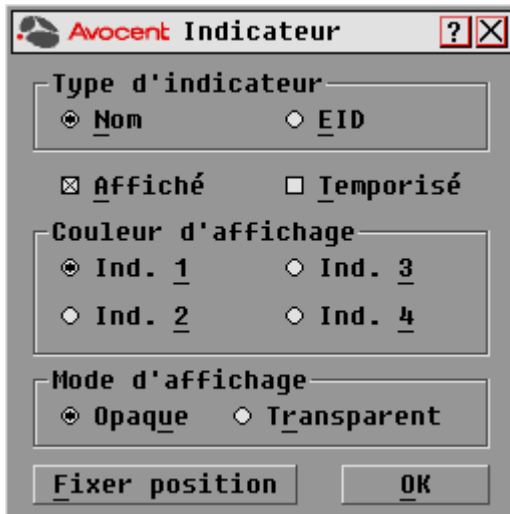

Figure 3.8 : Boîte de dialogue Indicateur de l'interface OSCAR
2. Cliquez sur *Config. - Indicateur* pour ouvrir la boîte de dialogue Indicateur, comme indiqué à la Figure 3.8.